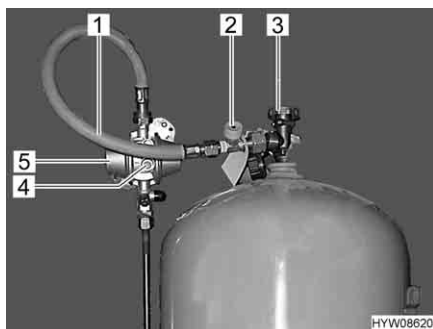

Fig. 35 Raccordo bombola del gas
- Chiudere la valvola principale di arresto (valvola di sicurezza) (Fig. 35,3) della bombola del gas. Osservare la direzione della freccia.
- Svitare manualmente il tubo del gas (Fig. 35,1), dalla bombola del gas (filettatura sinistrorsa).
- Premere con forza il dispositivo antirottura della tubazione (Fig. 35,2) e tenerlo premuto per ca. 5 secondi.
- Premere con forza il pulsante verde (Fig. 35,4) del regolatore di pressione del gas (Fig. 35,5) e tenerlo premuto per ca. 5 secondi. La sorveglianza della pressione è attivata.